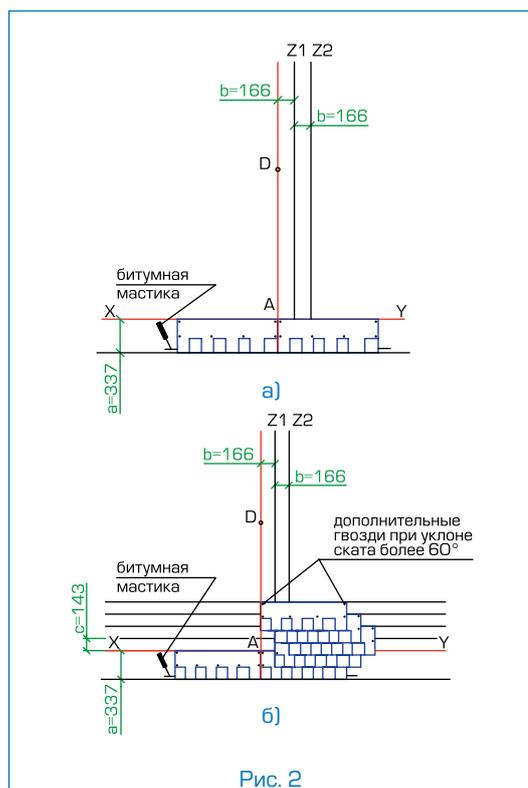

Рис. 2
Укладка материала (рис. 2)
- первый ряд черепицы укладывается от линии AD (рис. 2а);
- второй ряд укладывается от линии Z1 (со смещением 16,6 см от AD) (рис. 2б);
- третий ряд укладывается от линии Z2 (со смещением 16,6 см от Z1) (рис. 2б);
- четвертый ряд — от линии Z1 (рис. 2б);
- пятый ряд — от линии AD (рис. 2б);